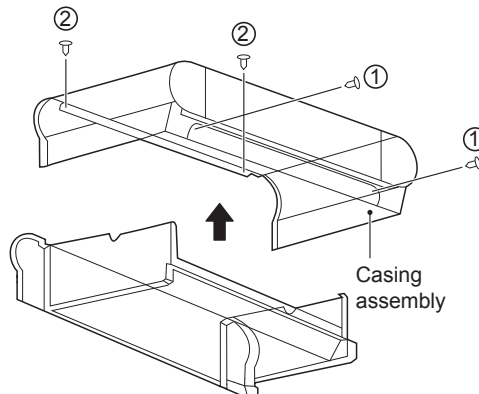

Figura 5-17 Desmontaje de la carcasa
Como se muestra en la Figura 5-17, quite los tornillos ① \*2 y ② \*2, y después la carcasa.